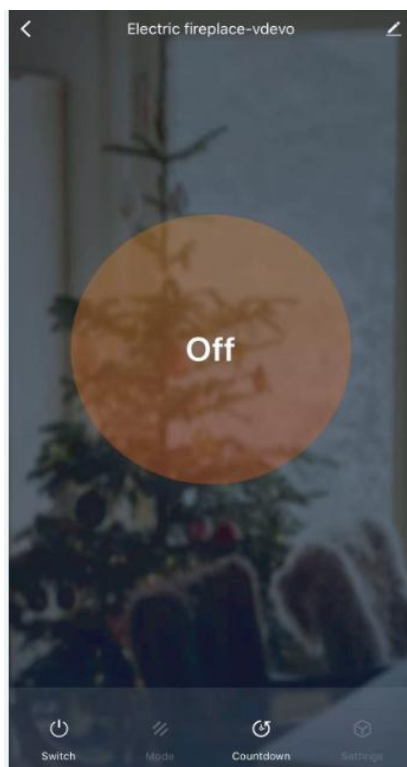

Imagen 6
5. Espera a que la aplicación se conecte con el dispositivo hasta que la conexión sea exitosa, como se muestra en la imagen A-5. El método de operación se explica en la imagen 6.
1. Puedes manejar el dispositivo desde el móvil bajo una conexión WiFi o 4G LTE. Entra en la pantalla principal de la aplicación y verás las opciones Encendido, Modo, Cuenta regresiva y Configuración, como se muestra en la imagen 6.